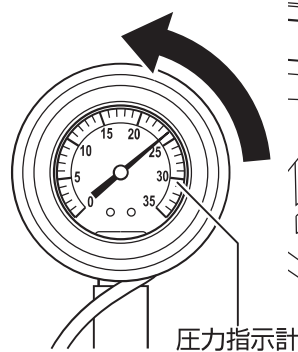

図 25 気密の確認
2. 圧力指示計の指針の変化を 1 分間見て、示度の変化が 1 目盛 (1MPa) 以内であることを確認する。(図 25 参照)